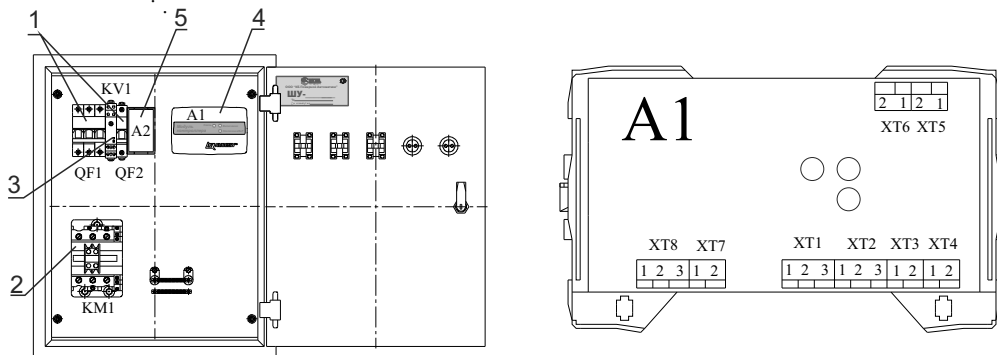

Рисунок 2 – Внутреннее устройство ШУВ
5.1 ШУВ конструктивно выполнен в прямоугольном металлическом корпусе, внутри которого размещены (см. рисунок 2):